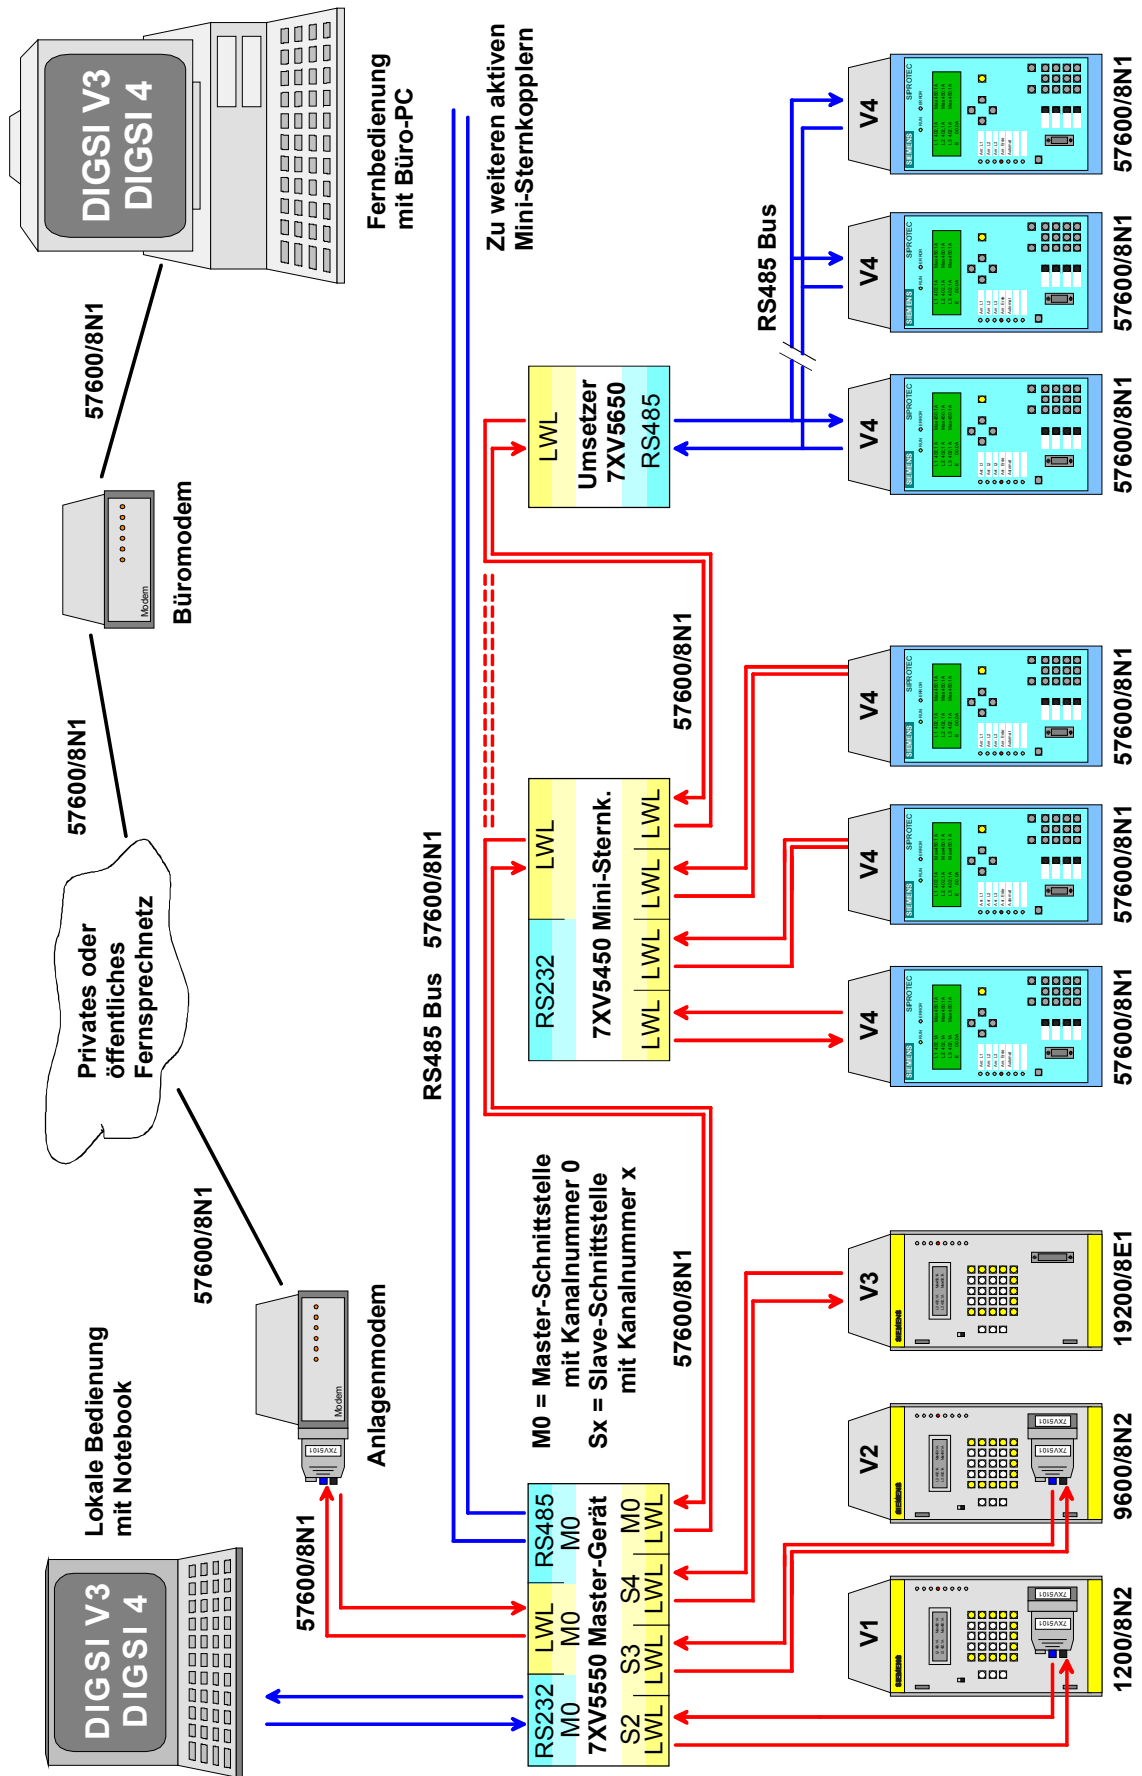

Bild 6: Bedienung der Schutzgeräte V1/2, V3 und SIPROTEC 4
für die in Bild 6 dargestellte Anwendung.
Die RS232-Schnittstelle am **Anschluss 7** (in Bild 6 RS232/M0) ist als Master-Schnittstelle (0) parametrierung und dient der lokalen-, zentralen Bedienung von Schutzgeräten bzw. der Parametrierung des aktiven Mini-Sternkopplers.
Die optische Schnittstelle am **Anschluss 1** (in Bild 6 LWL/M0) ist als Master-Schnittstelle mit dem Modem verbunden. Über sie erfolgt die Fernbedienung. Soll der automatische Baudratenabgleich des Modems über diese Schnittstelle erfolgen, muss das **Ping** auf **JA** gestellt werden.
Die RS485-Schnittstelle am **Anschluss 6** (in Bild 6 RS485/M0) ist ebenfalls als Master-Schnittstelle parametrierung. Sie leitet die Daten von den anderen Master-Schnittstellen (**Anschluss 1 oder 7**) transparent an weitere Aktive Mini-Sternkoppler weiter.
Die optischen Schnittstellen an den **Anschlüssen 2-4** sind als Slave-Schnittstellen eingestellt und werden dann angesprochen, wenn aktiv von den Master-Schnittstellen zur Slave-Schnittstelle (Schutzgeräte V1/2/3) durchgeschaltet wird. Diese Funktion wird komfortabel von DIGSI V3 unterstützt. Statt dem Schutzgerät V3 am **Kanal 4** des aktiven Mini-Sternkopplers (in Bild 6 LWL/S4) kann auch ein Mini-Sternkoppler zur Bedienung mehrerer V3 Geräte eingesetzt werden. In DIGSI V3 muss dann für alle Schutzgeräte V3 der Kanal 4 eingegeben werden.
Die optische Schnittstelle am **Anschluss 5** (in Bild 6 LWL/M0, rechts unten) ist auch als Master-Schnittstelle eingestellt. Da die SIPROTEC 4 Schutzgeräte adressierbar sind, kann die zentrale Bedienung transparent über Master-Schnittstellen, Mini-Sternkoppler und/oder LWL-RS485 Umsetzer erfolgen.
Für die Bedienung von Schutzgeräten V3 mit anderen Schnittstellen, z.B. RS232 oder RS485 (siehe Bild 6), können auch entsprechende Umsetzer nachgeschaltet werden.